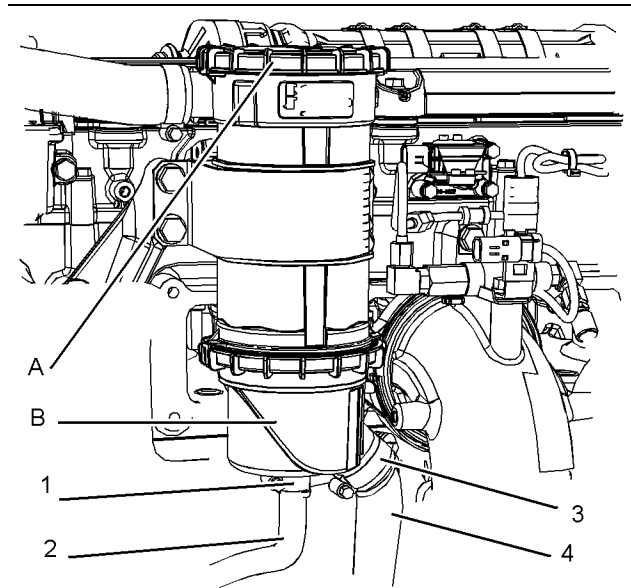

Ilustración 84
1. Afloje la presilla (1) y quite la manguera (2). Afloje la presilla (3) y quite la manguera (4). Consulte la ilustración 84 .
2. Quite la tapa (B) del cuerpo del respiradero (7). Si es necesario, quite el sello anular (8) y deséchelo.
3. Quite el elemento de filtro (6) del cuerpo del respiradero y deseche el elemento de filtro anterior.
4. Si es necesario, instale un sello anular nuevo (8).
5. Asegure la orientación correcta del elemento de filtro nuevo (6) e instale el elemento de filtro en el cuerpo del respiradero.
6. Instale la tapa (B) presionando solamente con la mano.
7. Instale la manguera (4) y apriete la presilla (3) firmemente. Instale la manguera (2) y apriete la presilla (1) firmemente.